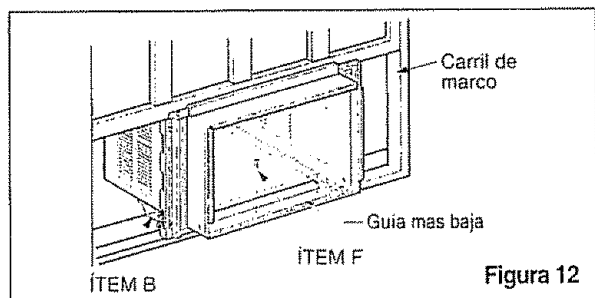

Figura 12
**11** Fije el soporte de antepecho al orificio del carril del gabinete en relación con la posición seleccionada usando el tornillo (ÍTEM F) (Figura 12)